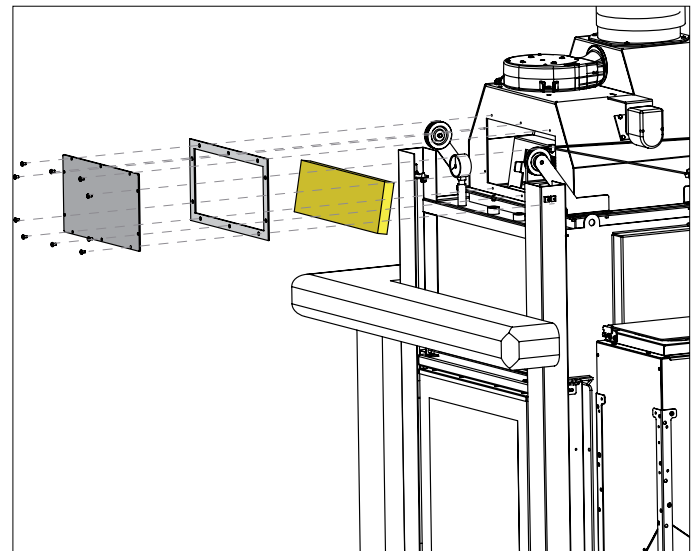

fig. 6.2
- Accedere al vano di ispezione del giro dei fumi, svitando le viti del tappo frontale (fig. 6.2) ed estrarre il deflettore fumi in magnofix; verificare lo stato della guarnizione ed eventualmente sostituirla.